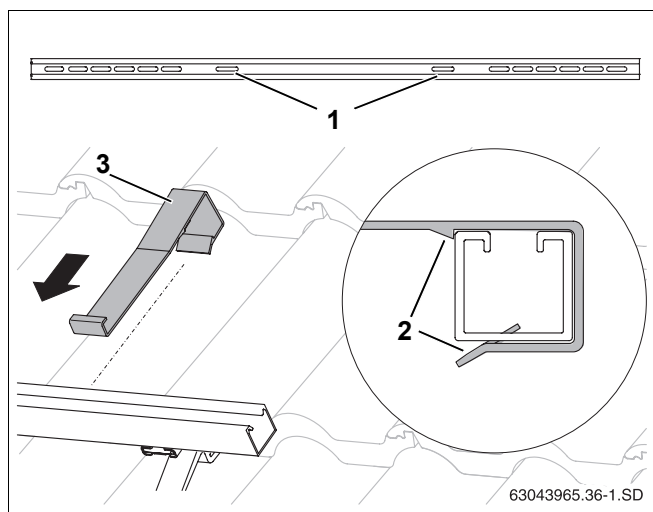

Fig. 34 Prinderea siguranțelor împotriva alunecării
- Se introduc siguranțele împotriva alunecării (Fig. 34, **Poz. 3**) în găurile alungite (Fig. 34, **Poz. 1**) ale șinelor profilate, până se potrivesc (Fig. 34, **Poz. 2**).